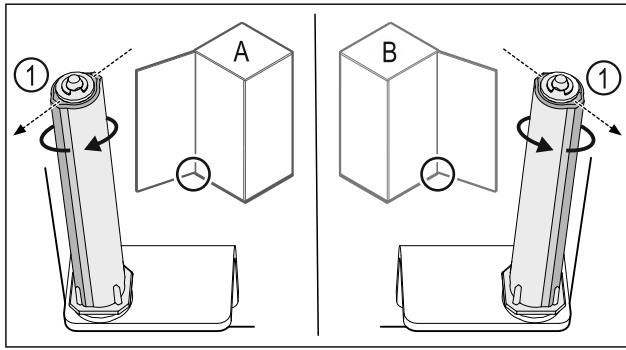

Fig. 46 Розкриття ліворуч (A) / Розкриття праворуч (B)
- ▶ Систему закриття повертати проти опору доки перемичка системи закриття Fig. 46 (1) не показуватиме назовні.